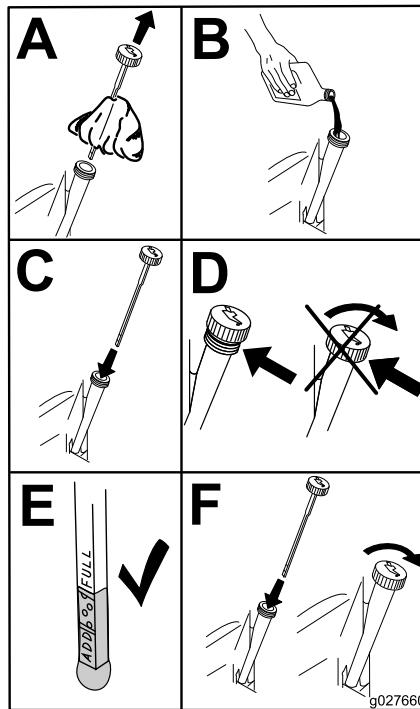

Bild 41
4. Gießen Sie langsam ungefähr 80 % der angegebenen Ölsorte in den Einfüllstutzen und füllen Sie dann vorsichtig mehr Öl ein, um den Ölstand an die **Voll**-Markierung zu bringen (Bild 41).